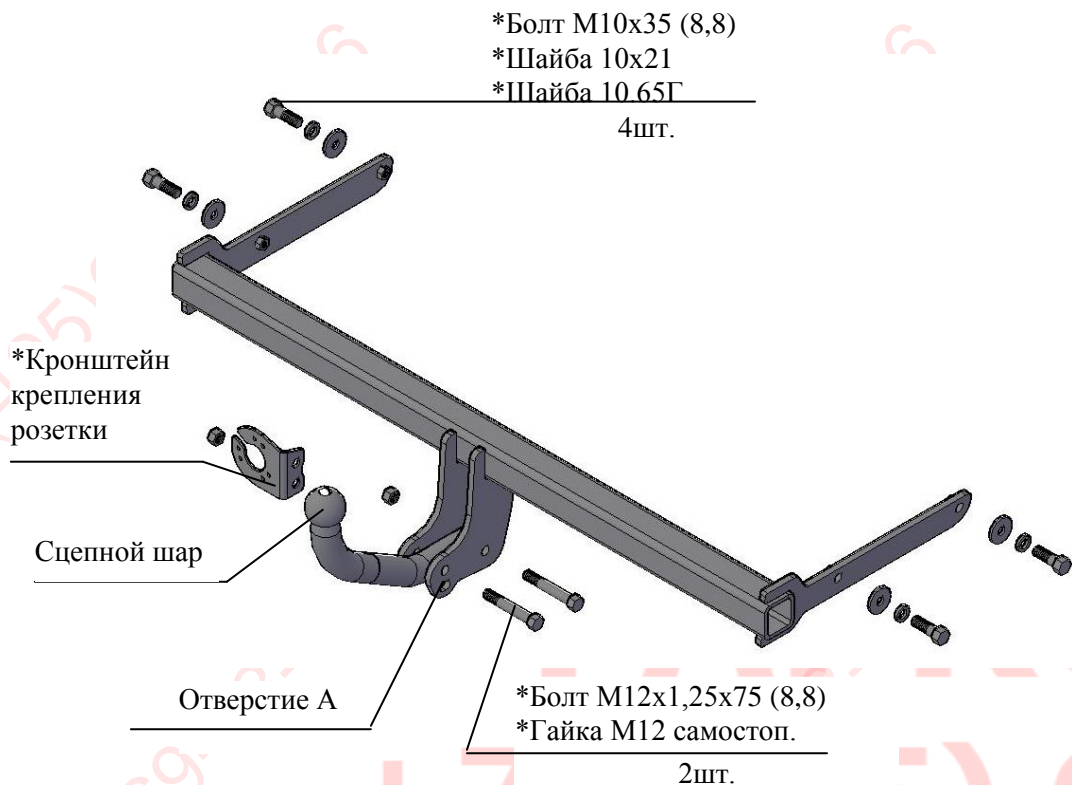

Рис.1 Тягово-сцепное устройство ТСУ 9130.
2.1 ТСУ 9130 в сборе (рис.1)	1 шт.
2.2 Пакет с комплектующими (см. рис.1) Защитный колпак	1 шт.